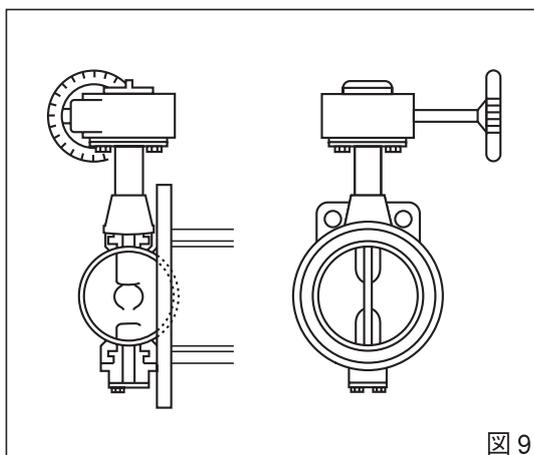

図 9
- 配管寸法のチェック：配管とバルブが適合しているかどうか確認してください。（図9）